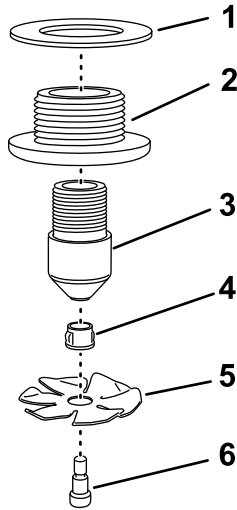

Bild 20
1. Setzen Sie ein Spülflügelrad und eine Büchse auf die Ansatzschraube (Bild 20).
2. Befestigen Sie das Spülflügelrad, die Büchse und die Ansatzschraube an der Spüldüse (Bild 20).
4. Setzen Spüldüse in das Schottanschlussstück und ziehen sie mit der Hand an (Bild 20).
5. Setzen Sie die Dichtung auf das Schottanschlussstück (Bild 20).